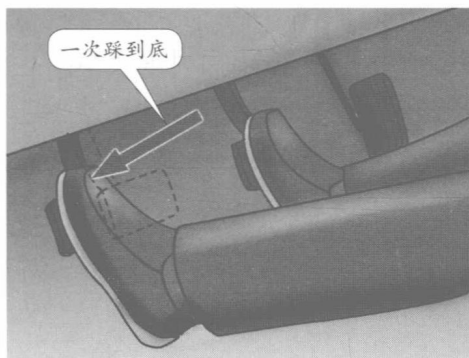

图 1-17 踩下离合器踏板和制动器踏板
(1) 系好安全带，起动发动机，通过仪表板上的指示灯查看车门是否关严。刚刚起动发动机时，冷却液温度表显示的温度会很低，需要一段时间的预热才能达到合适的温度（指针在冷却液温度表中央附近）。在冷却液温度升高超过“C”附近的白色区域后，汽车才能起步。
(2) 左脚将离合器踏板踩到底，右脚踩下制动器踏板，如图 1-17 所示。